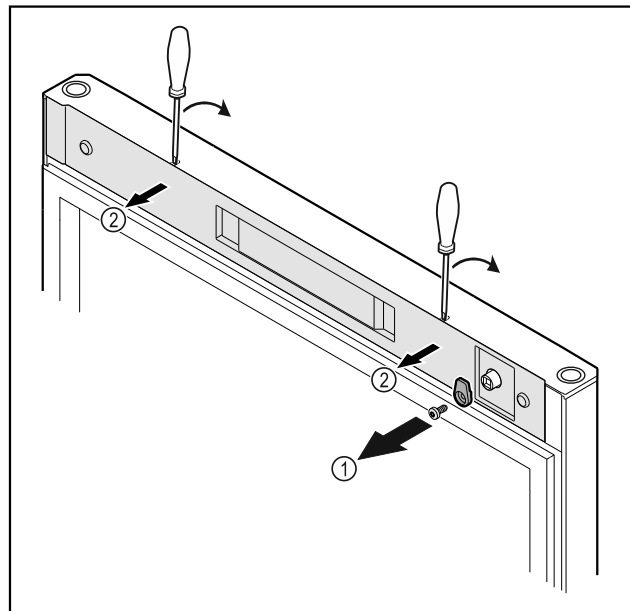

Fig. 8
- ▶ Открутите запорный крючок Fig. 8 (1).
- ▶ С помощью небольшой отвертки освободите крышку Fig. 8 (2) от фиксации и снимите ее.